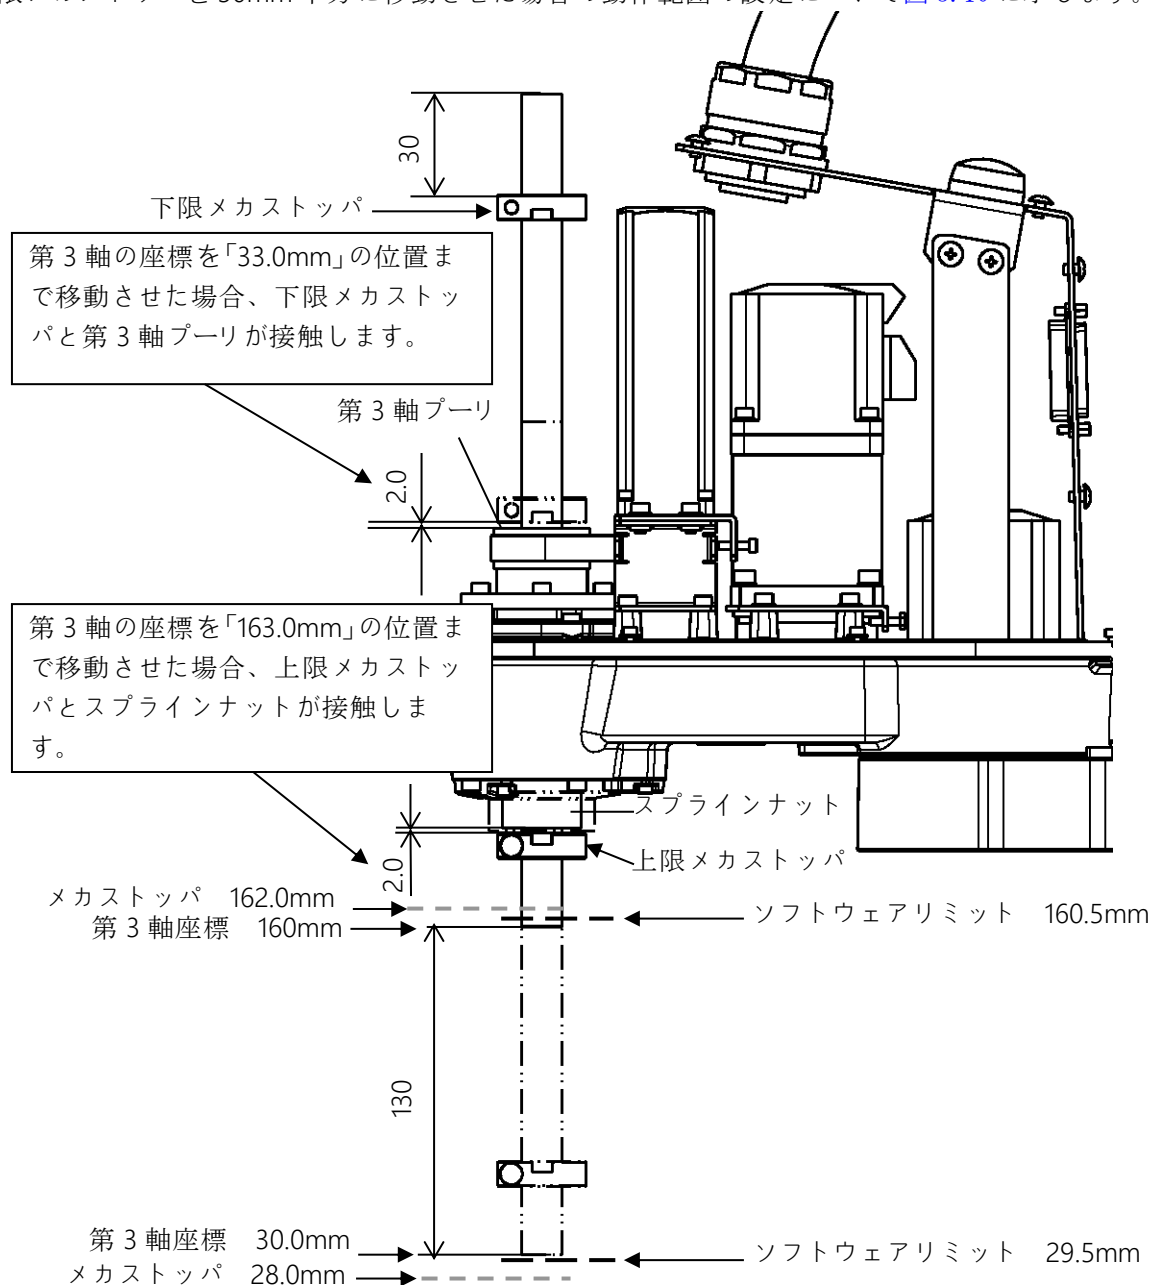

図 3.10 第3軸動作範囲変更例
- 3) メカストップの変更を行ったら、必ずソフトウェアリミットの変更を行ってください。ソフトウェアリミットの変更につきましては「3.2.5 ソフトウェアリミットの変更」および図 3.10 を参照してください。ソフトウェアリミット変更後、第3軸ブレーキ解除スイッチを押しながら、第3軸を手で上下させ、ソフトウェアリミットが正しく設定されていることを確認してください。
下限メカストップを 30mm 下方に移動させた場合の動作範囲の設定について図 3.10 に示します。